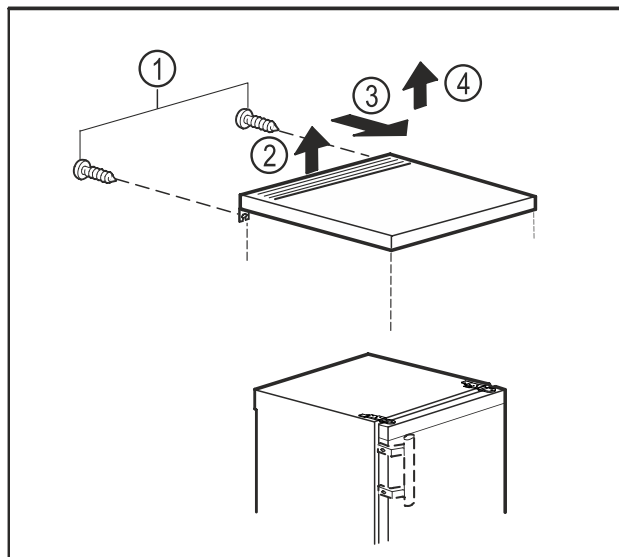

Fig. 9
- ▶ Izņemiet aizmugurē esošās skrūves. Fig. 9 (1)
- ▶ Paceliet galda plātni aizmugurē. Fig. 9 (2)
- ▶ Pabīdīet galda plātni uz priekšu. Fig. 9 (3)
- ▶ Noņemiet galda plātni virzienā uz augšu. Fig. 9 (4)